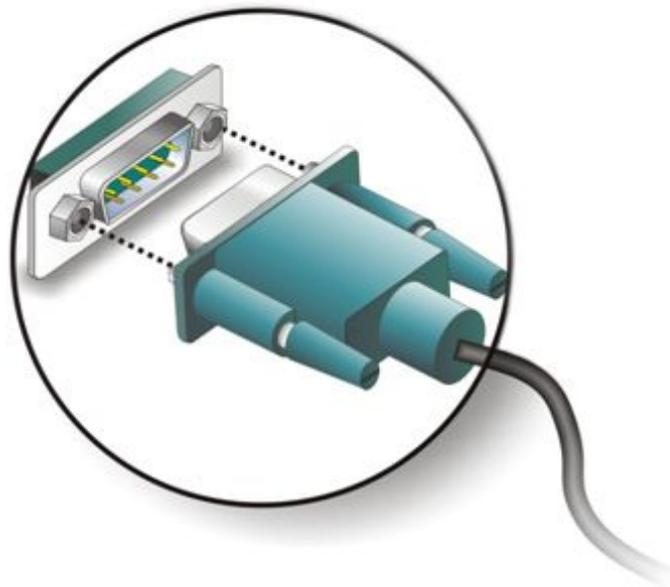

Abbildung 4-21: Serieller Anschluss
Schritt 1: Stecken Sie den DB-9 Stecker des seriellen Geräts in einen der DB-9 Anschlüsse an der Unterseite des Touch Panel PC (**Abbildung 4-21**).